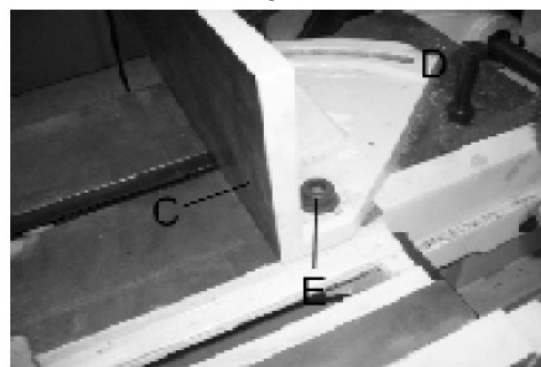

Рис. 13
1. Повернуть правую губку тисков (С) вправо до упора и зафиксировать пружинную зажимную рукоятку (D) (рис. 13).
2. Воспользоваться комбинированным угольником с линейкой (Е): установить один конец угольника напротив губок тисков, а другой конец – напротив режущего полотна, как показано на рис. 13. Убедиться, что губки тисков находятся под прямым углом к режущему полотну.